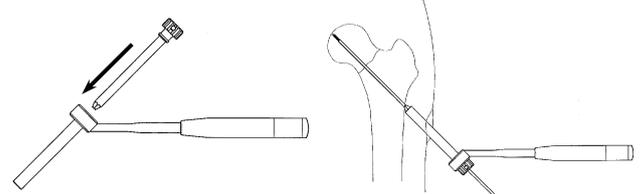

図 1
- 1) 骨折部の修復後、遠位の SB フィックスが正面像でカルカー上、軸射像で頸部中央に導入されるよう刺入位置を決定します。刺入点より近位に 20~30mm 程縦切し、ドリルスリーブ及びガイドピンスリーブ (2.4GP 用) を介して 2.4 ガイドピンを骨頭軟骨下骨直下まで刺入します。(図 1)